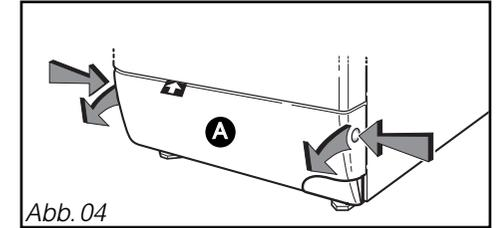

Abb. 04
- Öffnen und gleichzeitig auf die Klemmnasen beidseitig der **Blende A** drücken und diese nach hinten ziehen (Abb. 04).
- Fußblende entfernen (s Abb. 04, vorstehende Seiten).